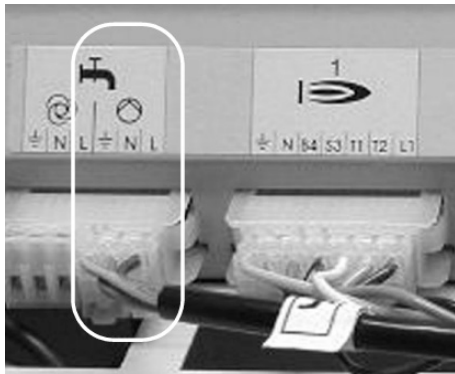

Fig. 16
- De kabel van de primaire laadpomp aan de 3-polige stekker van de klemmenblok van de ketel in de positie "H⊕" aansluiten (zie fig. 16)
- Raccorder le câble de la pompe de charge primaire au connecteur 3 pts sur le bornier de la chaudière à l'emplacement "H⊕" (voir fig. 16).